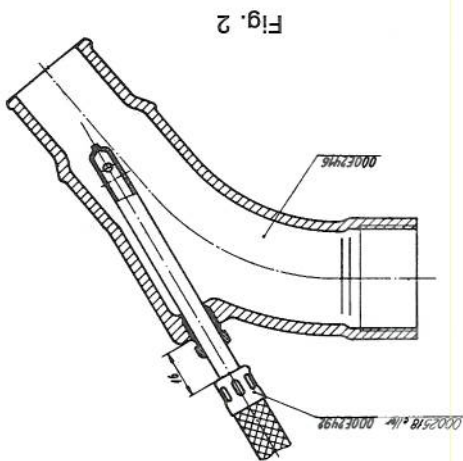

Fig. 2
2. Kølevandsslagen fra termostat til udstødsrør monteres i udstødsrøret ved hjælp af en union, således at afstand mellem spændmuffe og union er  $16 \text{ mm} + 0 \div 3$  (fig. 2).
2. Mount the cooling water pipe from thermostat to exhaust pipe in the exhaust pipe by means of a union so that the distance between bushing and union is  $16 \text{ mm} + 0 \div 3$  (fig. 2).
2. Der Kühlwasserschlauch vom Thermostat an das Auspuffrohr wird mit einer Union im Auspuffrohr montiert, so dass der Abstand zwischen Spannmuffe und Union  $16 \text{ mm} + 0 \div 3$  ist (Fig. 2).